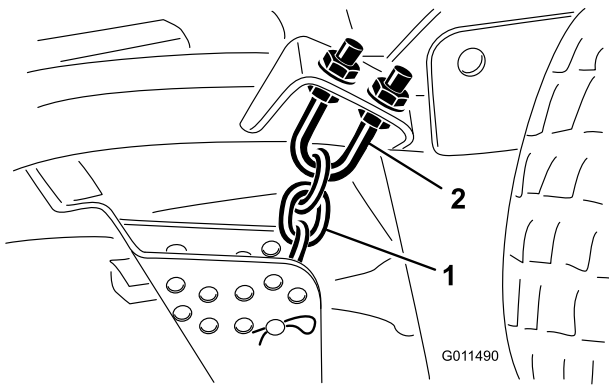

Figura 79
1. Afloje las contratueras en la parte superior o inferior del perno en U de la cadena de altura de corte (Figura 79).